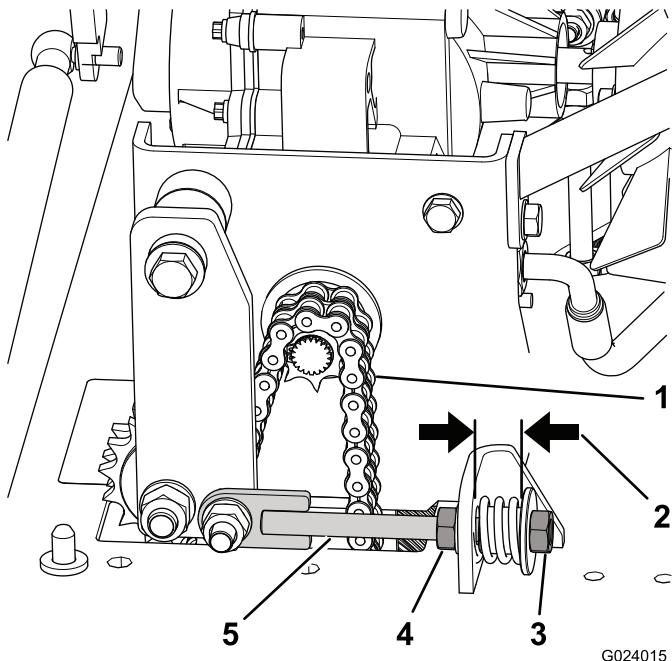

図 36
- テンションロッドのジャムナットをゆるめる **図 36**。
- テンションナットを締めるかゆるめるがして、スペーサと固定ブラケットとの距離が 19 mm になるように調整する **図 36** を参照。